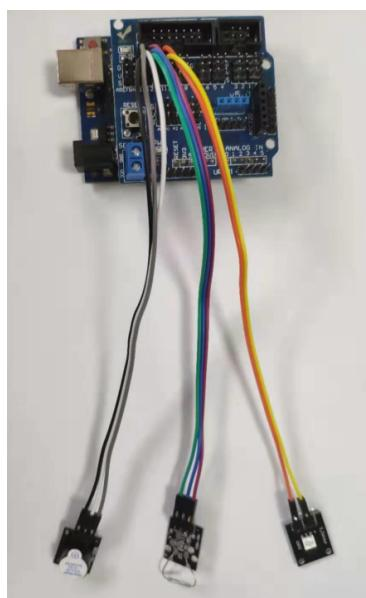

图 28.2: 实验接线图
- (1) 按照如图28.2所示的方式完成接线；
- (2) 打开 Arduino IDE，输入程序；
- (3) 检查无误后上传程序；
- (4) 将磁铁靠近磁簧开关，观察 LED 灯和蜂鸣器的变化。